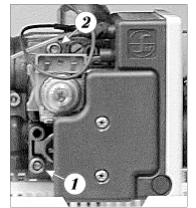

Рис. 16 – Газовый клапан
- Ослабьте гайку на входном измерительном месте (1) газового клапана (рис. 16);